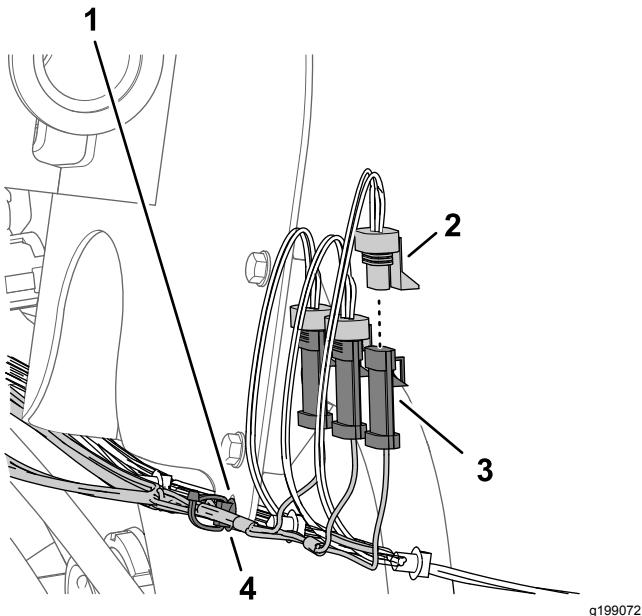

Figure 86
1. Branchez le connecteur à 3 broches de la branche de 89 cm du faisceau étiquetée LEFT SPRAY au connecteur à 3 douilles du faisceau de la machine étiquetée LEFT SPRAY VALVE (Figure 86).
2. Branchez le connecteur à 3 broches du faisceau du kit étiqueté CENTER SPRAY au connecteur à 3 douilles de la machine étiqueté CENTER SPRAY VALVE (Figure 86).
3. Branchez le connecteur à 3 broches du faisceau du kit étiqueté RIGHT SPRAY au connecteur à 3 douilles de la machine étiqueté RIGHT SPRAY VALVE (Figure 86).
4. Insérez la fixation à pression du faisceau du kit dans le trou de la bride du support de débitmètre (Figure 86).